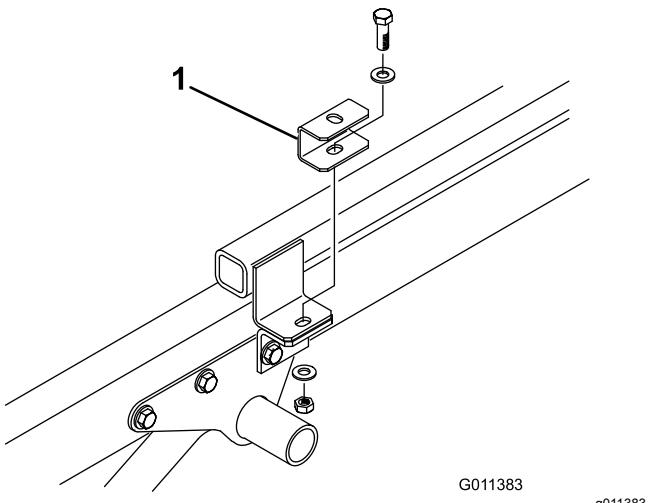

Рисунок 7
4. Закрепите монтажную проставку сверху на каждом выступе сцепной рамы снятыми ранее болтом, 2 плоскими шайбами и контргайкой (Рисунок 7).
6. Расположите машину на раме автомобиля Workman, совместив отверстия в задних монтажных кронштейнах с отверстиями на каждой стороне рамы (Рисунок 7).